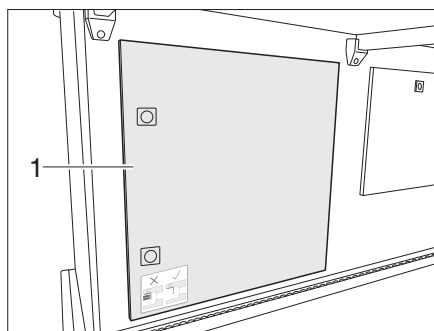

Bild 62 Zugangsklappe zu den Gasflaschen
- ▶ Niemals die Zugangsklappe (Bild 62,1) zu den Gasflaschen verstellen. Hinweisschild beachten.
- Klappe (Bild 62,1) zum Gaskasten öffnen.